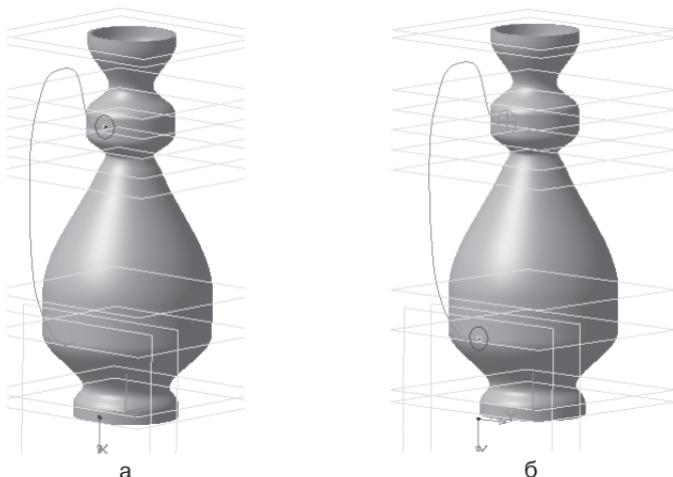

Рис. 272
- – инструментальная панель **Геометрия**. Постройте окружность радиусом 3 мм (диаметр 6 мм), используя **Глобальную привязку – Ближайшая точка** (рис. 272, а);
- в **Дереве построения** щелчком ЛКМ укажите **Смещенная плоскость:13**. Вновь войдите в – **Эскиз** и аналогичным образом постройте эскиз в нижней точке ручки, начиная с проецирования точки на плоскость (радиус окружности – 3 мм). Для удобства работы поворачивайте модель (рис. 272, б);